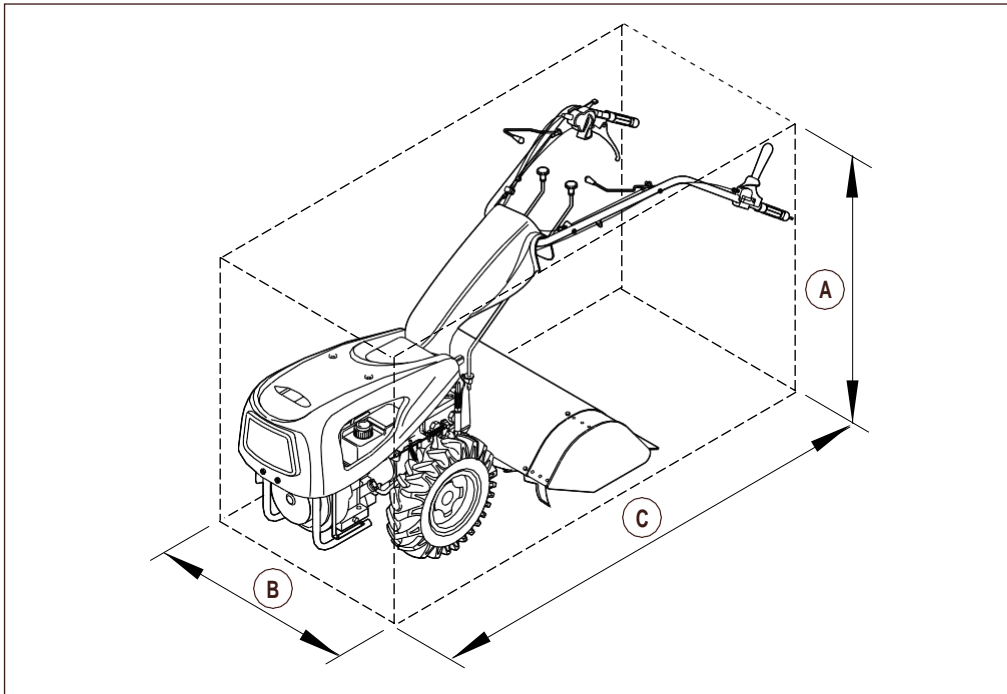

Fig. 2
7) Barre franche. - 8) Levier d'accélération. - 9) Levier de commande de l'inverseur (inverse le mouvement de la machine et de la prise de force). - 10) Dispositif d'arrêt du moteur. Permet de couper le moteur depuis le poste de commande de la machine. 11) Levier de verrouillage et de réglage latéral du guidon. - 12) Tige de sélection des vitesses. - 13) Tige d'engagement de la prise de force. - 14) Levier de réglage de la hauteur du guidon. - 15) Levier de blocage du différentiel. - 16) Levier de commande de l'embrayage. Lorsqu'il est actionné, après avoir désengagé le dispositif de verrouillage 17, il permet d'engager et de désengager l'embrayage. - 17) Dispositif de blocage/déblocage du levier d'embrayage (uniquement lorsqu'il est actionné, il permet d'actionner le levier d'embrayage et d'activer les fonctions de la machine ; lorsque le levier de commande de l'embrayage (réf. 16) est relâché, il bloque l'embrayage en position verticale et l'embrayage est débrayé). **Fig. 2 - Dimensions et encombrement.**